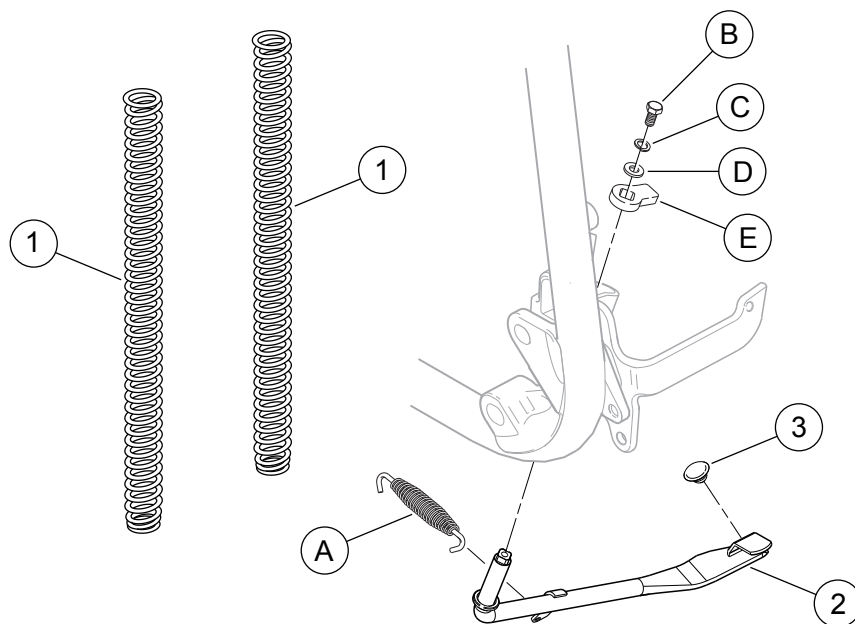

Figura 3. Peças de reposição: Suspensão dianteira FL Softail Profile Low
Veja a Figura 3 e consulte a Tabela 1.
2. Consulte Figura 3. Afrouxe a mola do pé do cavalete lateral (A) do veículo. Remova o parafuso sextavado (B), a arruela de pressão (C), a arruela lisa (D) e o batente do pé (E) da extremidade rosqueada do pé do cavalete lateral. Descarte o pé do cavalete lateral, mas guarde todos os outros componentes.